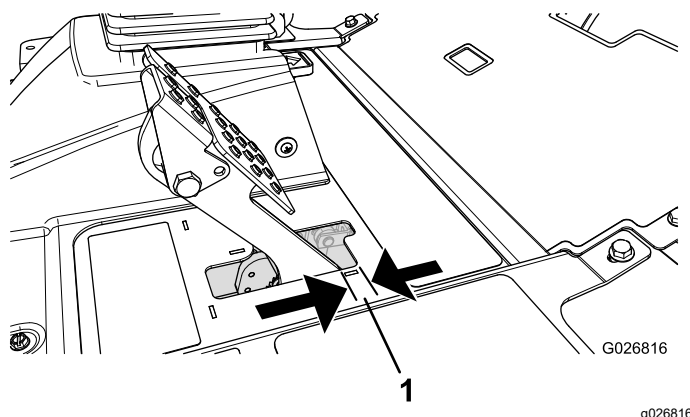

Рисунок 107
4. Слегка нажмите педаль тормоза и измерьте расстояние перемещения педали без сопротивления (Рисунок 107).
Примечание: Отрегулируйте тормоза, если свободный ход (Рисунок 107) педали тормоза превышает 2,5 см или требуется большее усилие нажатия стояночного тормоза для торможения.
6. Затяните задние гайки, чтобы переместить трос назад так, чтобы свободный ход педалей тормоза составил от 6 до 13 мм (Рисунок 107) до момента фиксации колес стояночным тормозом.